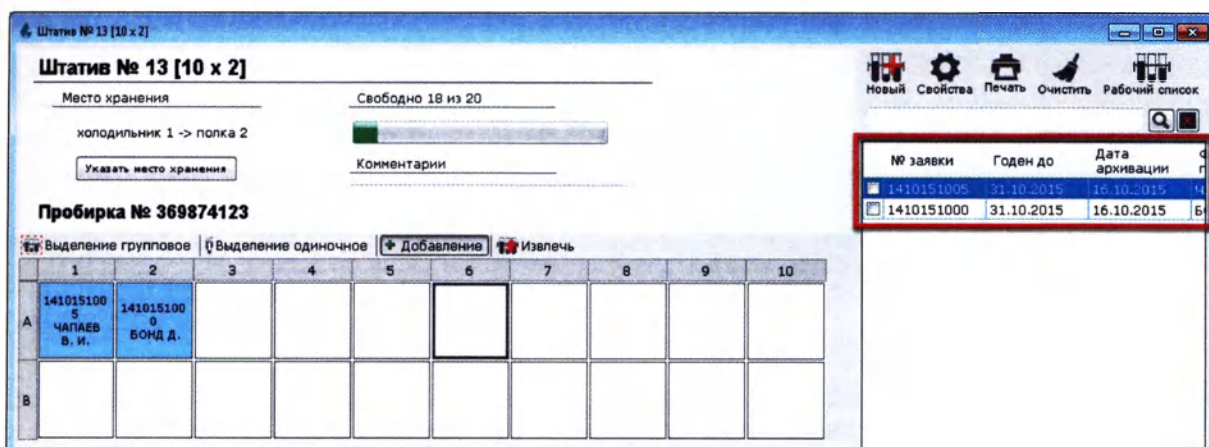

Рисунок 13.13
4. Информация по добавленным пробиркам отображается в правой части карты штатива (Рисунок 13.13):